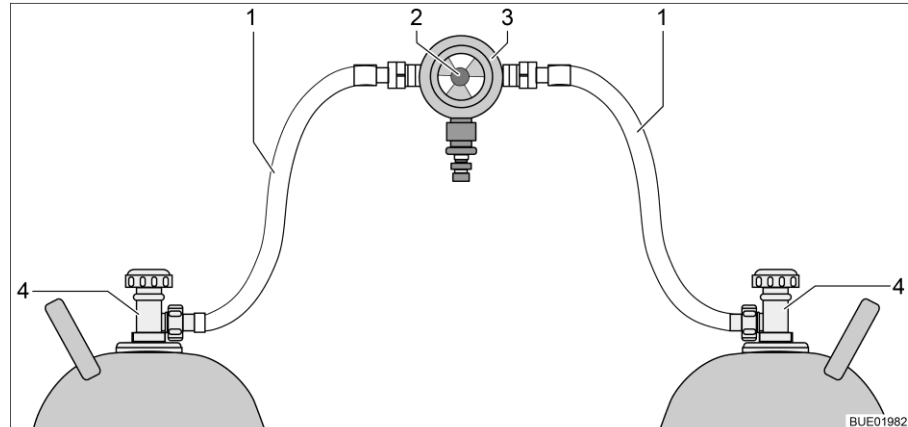
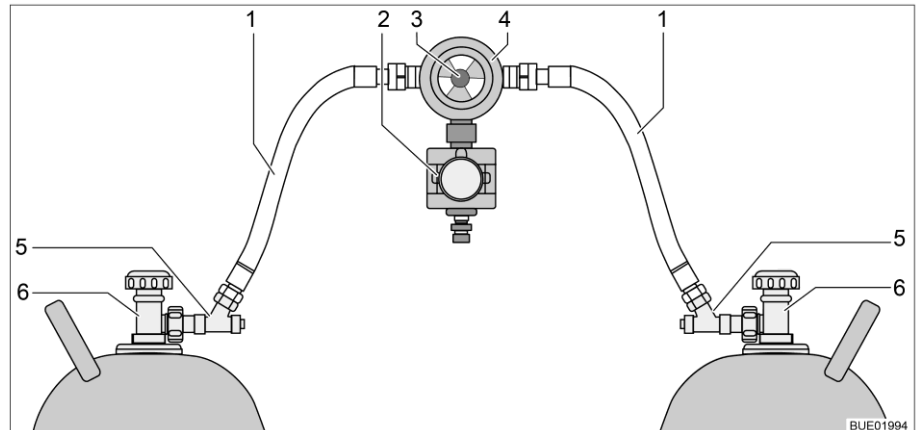

Fig. 101 Dispositif de commutation entre bouteilles de gaz
Fig. 102 Dispositif de commutation entre bouteilles de gaz avec CPU
Le dispositif de commutation entre bouteilles de gaz se compose d'un régulateur de pression du gaz combiné à une valve de commutation et indicateur (Fig. 101,3). Le dispositif de commutation entre bouteilles de gaz est monté entre les deux lyres (Fig. 101,1).
Le dispositif de commutation entre bouteilles de gaz se compose d'un régulateur de pression du gaz combiné à une valve de commutation et indicateur (Fig. 102,4) et d'une électrovanne (Fig. 102,2). L'électrovanne bloque l'arrivée du gaz au véhicule en cas de freinage brusque, d'accident ou de pente inhabituellement forte. Le dispositif de commutation entre bouteilles de gaz est monté entre les deux lyres (Fig. 102,1) avec des sécurités de rupture de tuyau (Fig. 102,5).
Le bouton rotatif (Fig. 101,2 ou Fig. 102,3), situé sur le dispositif de commutation entre bouteilles de gaz permet de définir laquelle des bouteilles de gaz est celle de service et laquelle est celle de réserve.
Seules les fonctions électriques peuvent être activées sur l'unité de commande (Fig. 103). Les robinets principaux des bouteilles de gaz (Fig. 101,4 et Fig. 102,6) doivent être ouverts ou fermés manuellement.
- Ouvrir les robinets principaux des bouteilles de gaz (Fig. 101,4 ou Fig. 102,6).
- Appuyer sur les sécurités de rupture de tuyau (Fig. 102,5) l'une après l'autre pendant 10 secondes.
- Choisir la bouteille de gaz avec le bouton rotatif (Fig. 101,2 ou Fig. 102,3) du dispositif de commutation à partir de laquelle le gaz doit être utilisé prioritairement (bouteille de service).
- Fermer les robinets principaux des bouteilles de gaz (Fig. 101,4 ou Fig. 102,6).